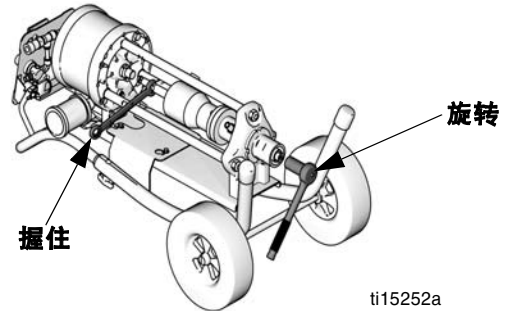

图 5. 保持连杆稳定。
4. 使用 19 毫米（3/4 英寸）扳手，夹住连杆（14）上的六角，使其无法旋转。使用套筒旋松活塞 / 杆件组件。参见图 5。